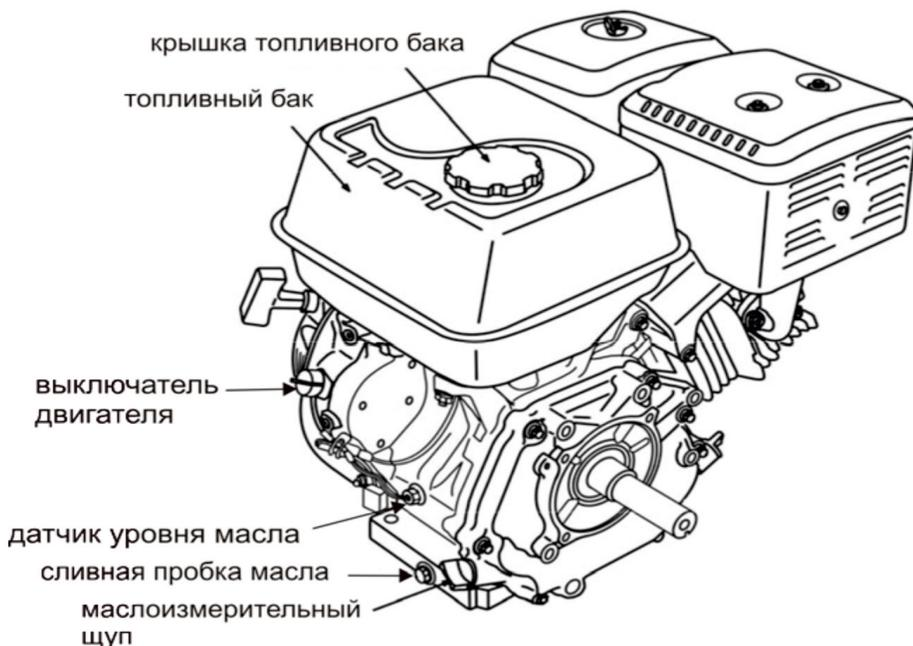
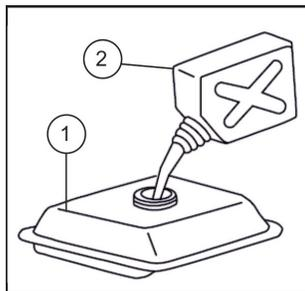

Рис. 11
Рис. 16
Открутите крышку бензобака (Рис. 11). Под крышкой расположен сетчатый фильтр, который препятствует попаданию мусора в бензобак при заливке топлива. Залейте в бензобак (поз. 1, Рис. 16) топливо (бензин АИ92) до необходимого уровня. Заливать топливо в бензобак необходимо через воронку, или из специальной канистры с удлиненной горловиной (поз. 2, Рис. 16). После дозаправки надежно закрутите крышку бензобака.
5. Нажмите 5-6 раз на кнопку праймера, расположенного на корпусе воздушного фильтра (рис. 16), для заполнения карбюратора топливной смесью.